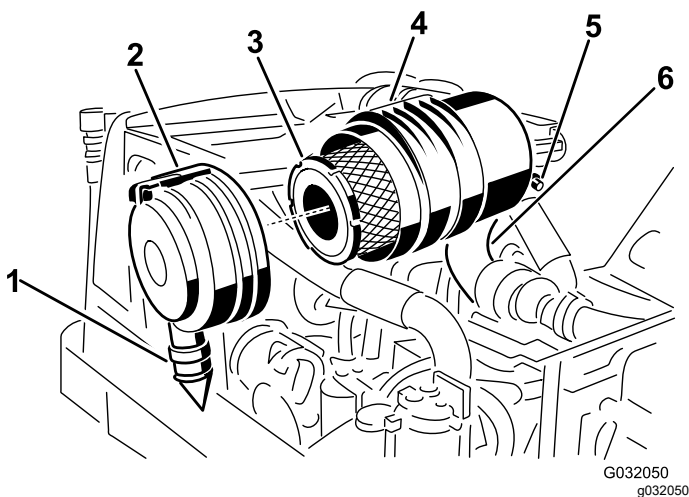

Figura 50
2. Retire o filtro principal (Figura 50).
3. Substitua o filtro principal (Figura 50).
7. Instale a tampa orientando a válvula de saída de borracha para uma posição descendente, entre cerca das 5h00 a 7h00 quando vista da extremidade, e prenda o trinco (Figura 50).